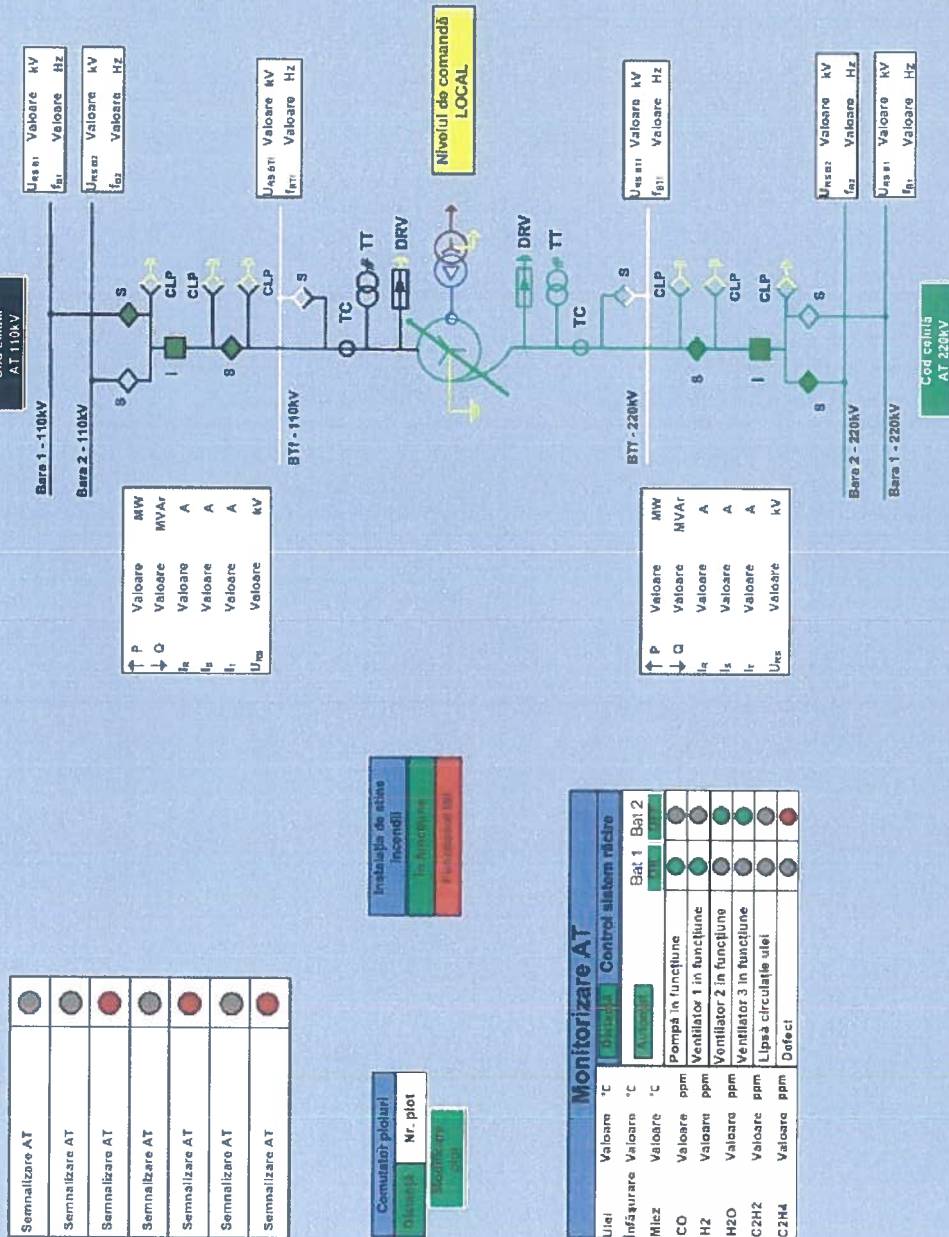
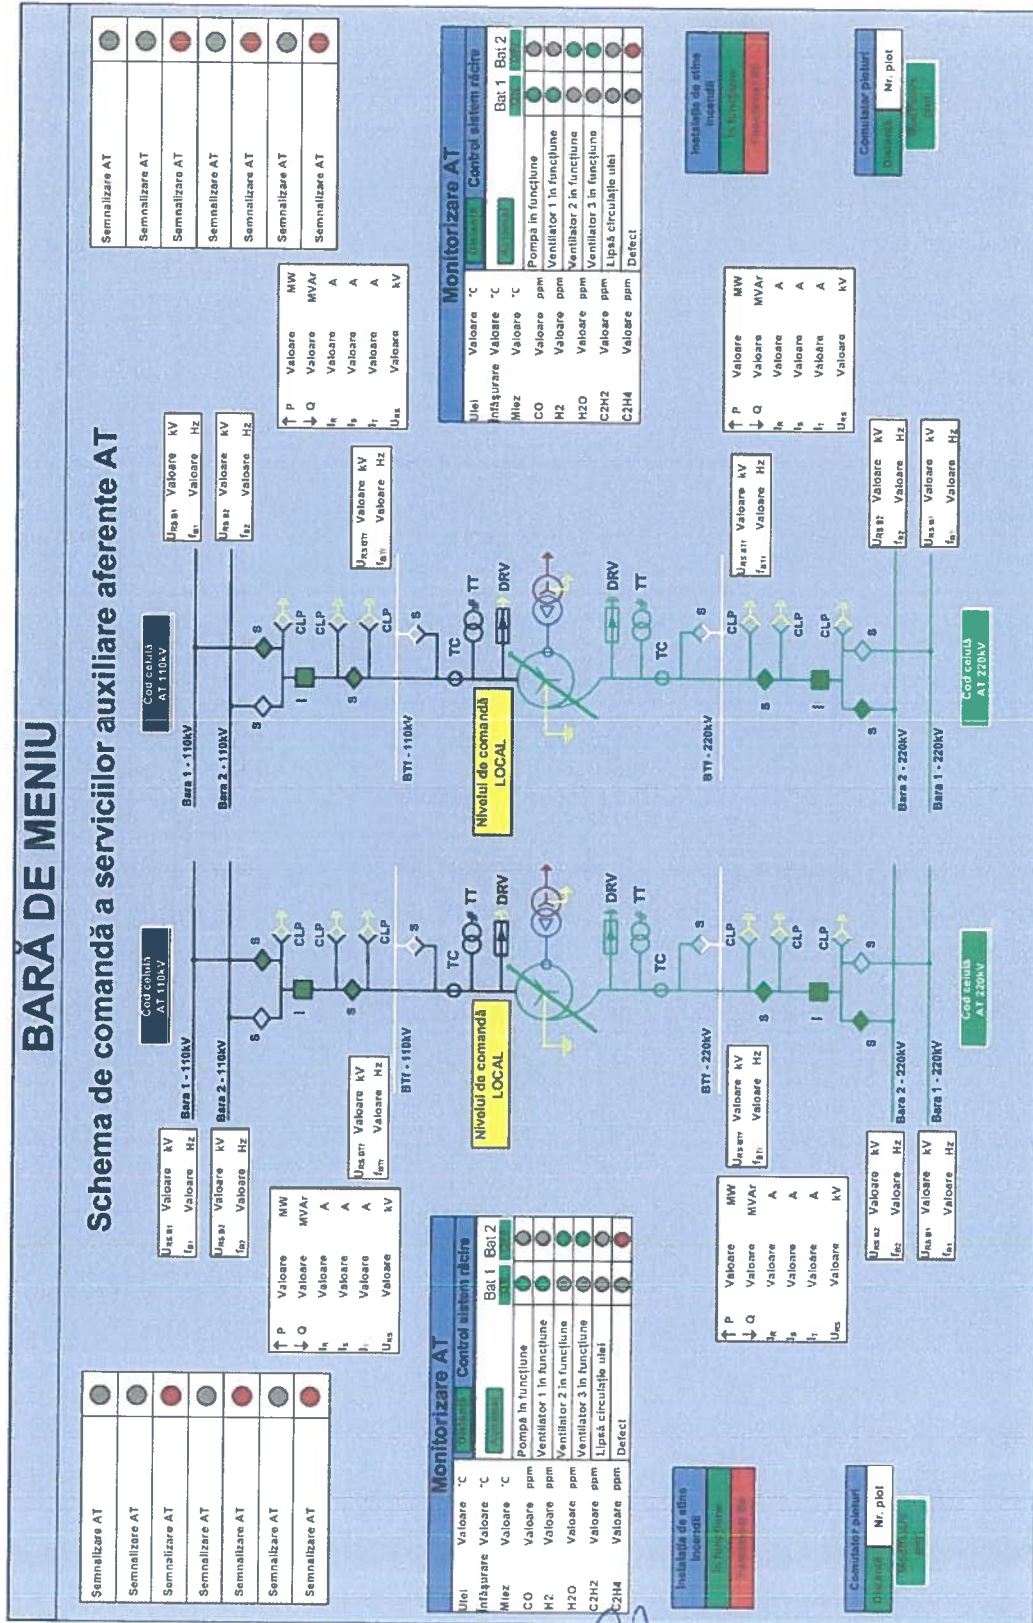

Fig. 8.5
Fig. 8.6
8.3 Ecran de comandă a serviciilor auxiliare aferente autotransformatorului sau transformatorului (Fig. 8.5 / 8.6)
Schema monofilară a celulei va fi reprezentată în jumătatea din dreapta a ecranului în cazul în care este prezentată o singură unitate de transformare (fig. 8.5), sau în partea din mijloc a ecranului în cazul în care sunt prezentate două unități de transformare fig. 8.6) Schema monofilară va reprezenta celula de AT/T, pe ambele nivele de tensiune (fig. 8.5/8.6), utilizând simbolurile și colorarea dinamică precizată în prezenta Normă.
În dreptul fiecărui nivel de tensiune (partea de sus respectiv jos a schemei, fig. 8.5/8.6) va fi atașat un buton-etichetă care va face trecerea în schema de celulă a AT/T - ului de pe nivelul de tensiune respectiv. Acest buton-etichetă va avea inscripționat codul și numele celulei spre care face trimiterea. Fiecare bară colectoare/bară de transfer va avea inscripționat numele și nivelul de tensiune al acesteia. De asemenea vor fi afișate și informațiile provenite de la fiecare bară (tensiunea de linie și frecvența).
De asemenea vor fi afișate informații cu privire la parametri neelectrici ai unității de transformare (temperatura uleiului, înfășurării și a miezului; concentrația de CO₂, H₂, H₂O, C₂H₂, C₂H₄, etc.), cu unitățile de măsură corespunzătoare (fig.8.5/8.6). Tot în această zonă vor fi prezentate informații cu privire la sistemului de răcire: